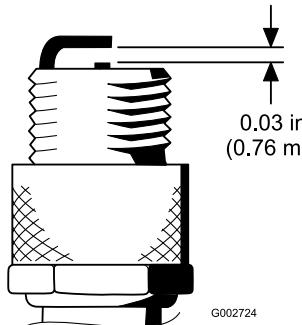

Figura 30
4. Ajuste a folga existente entre o elétrodo central e os elétrodos laterais para 0,76 mm; consulte Figura 30. Monte a vela com a folga correta com o vedante e aperte-a com uma força de 23 N·m. Se não utilizar uma chave de aperto, aperte bem a vela.